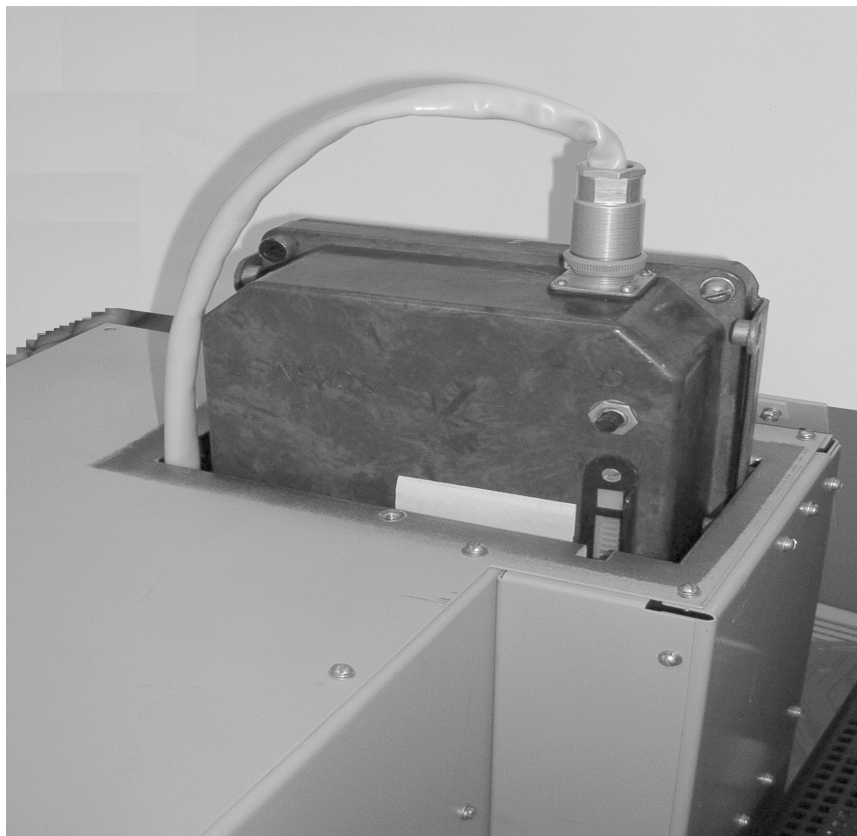

Рисунок 2.4.1.1 - Установка прибора ТСКБМ-П в экранированный отсек блока ТС-ТСКБМ.
2) Установите прибор ТСКБМ-П в экранированный отсек блока ТС-ТСКБМ, удерживая его на уровне (см. рисунок 2.4.1.1) одной рукой, другой рукой подсоедините к нему кабель П отсека. Затем опускайте по направляющим ТСКБМ-П в экранированный отсек, не допуская при этом расположения кабеля П перед лицевой поверхностью прибора ТСКБМ-П (см. рисунок 2.4.1.1), до упора. Закройте дверцу экранированного отсека и зафиксируйте её соответствующим винтом.